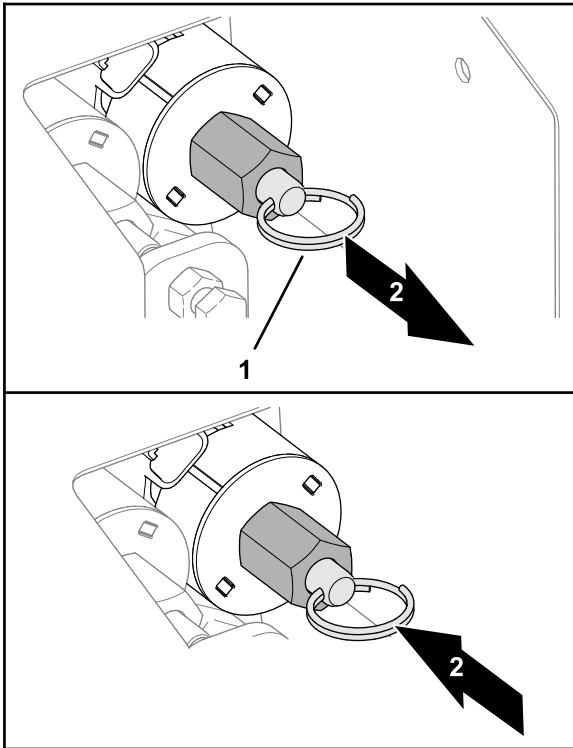

**Figura 37**
1. Ruotate la vite a testa esagonale del sistema di esclusione della valvola in senso orario per aumentare la velocità del piano (Figura 37).